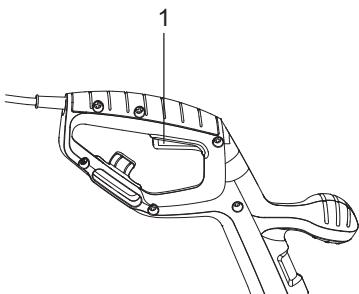

Fig. 4
- > Certifique-se de que o interruptor on/off (Ligar/Desligar) (1) está na posição de off (desligado) (Fig. 4).
- > Pressione o interruptor de ligar/desligar (1) para ligar o produto (Fig. 4).
- > Liberte o interruptor de ligar/desligar (1) para desligar o aparelho.